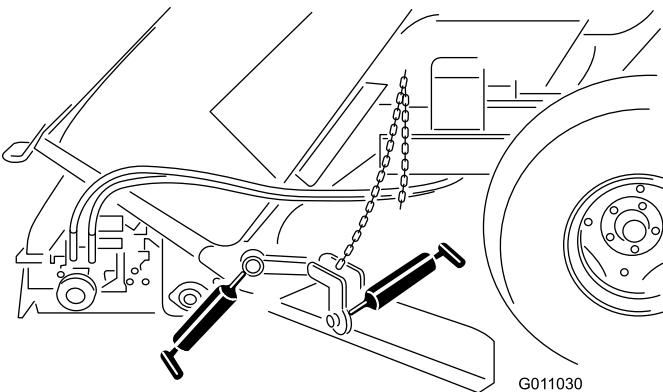

Figure 34
- Fixation de lame pour andains (Figure 34).
- Moyeu de lame pour andains (Figure 34).